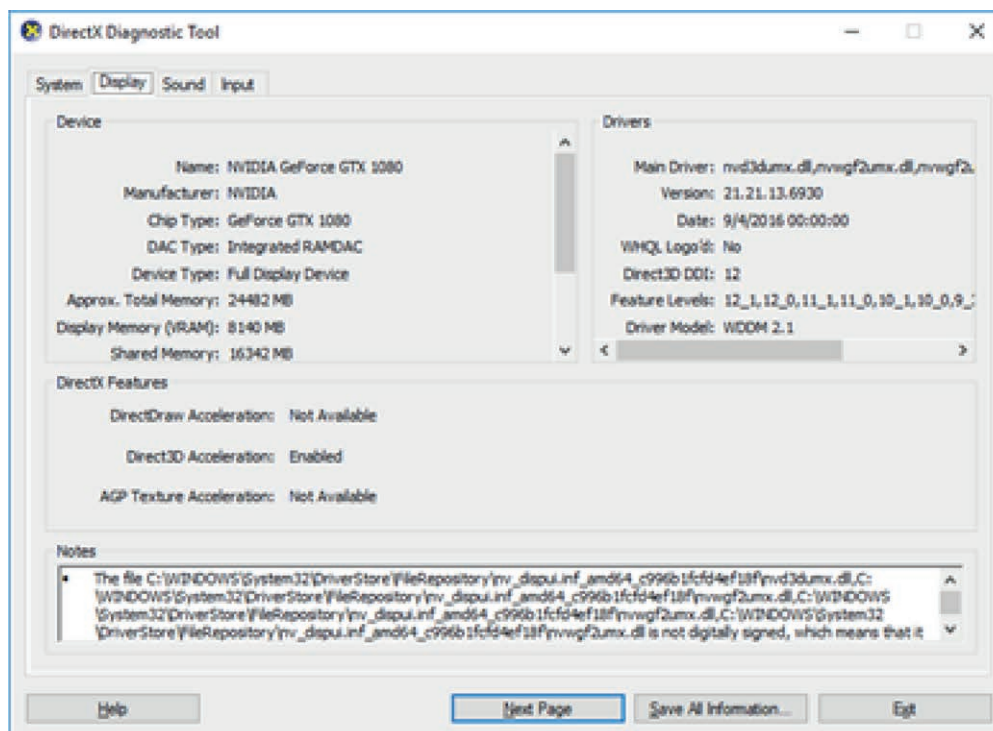

Figura 49 Strumento diagnostico DirectX
4. Per conoscere il tipo di GPU e la memoria, digitare "dxdiag" nel menu Start. Aprire la scheda "Visualizzazione", verificare che il produttore sia NVIDIA e che la "Memoria di visualizzazione (VRAM)" sia almeno 4096 MB (vedere Figura 49).